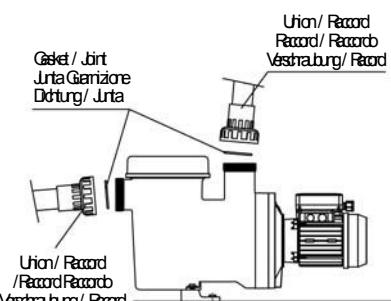

Fig 2
- !** - Para realizar a ligação da tubagem encaixar as tubagens nos raios, instalada em conjunto com a bomba, as uniões dos raios às bocas de aspiração e impulso da bomba são de rosca e utilizam juntas de vedação para evitar a perda de água (Fig. 2).
- Realizar a instalação das tubagens de impulso de forma perpendicular e bem centrada em relação à entrada onde vai ser ligada para evitar que a bomba e a tubagem sejam submetidos a esforços exteriores que, para além de dificultarem a montagem, poderiam acabar por romper (Fig. 2).
- Instalar a tubagem de aspiração com uma ligação indireta para a bomba, na ordem dos 2%, evitando a criação de bolas de ar (Fig. 2).